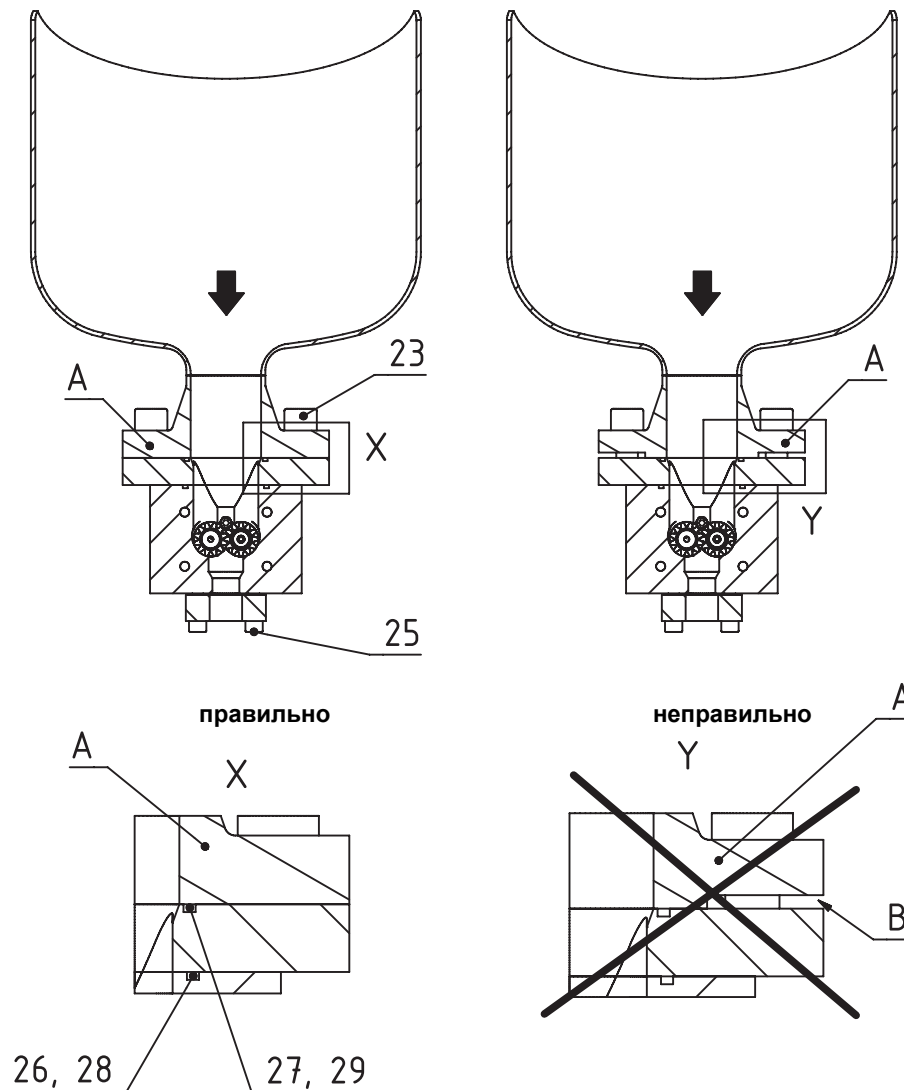

Рисунок 5.3 Шестеренчатый насос, прифланцованный к реактору
- Контрфланец А (реактор и т. д.) монтировать плоским, без „уплотнительной пластины“ В (приподнятый торец) (см. рисунок 5.3).
- Уплотнения 28, 29 вкладывать только в предназначенные для них пазы 26, 27 (см. рисунок 5.3, деталь X).